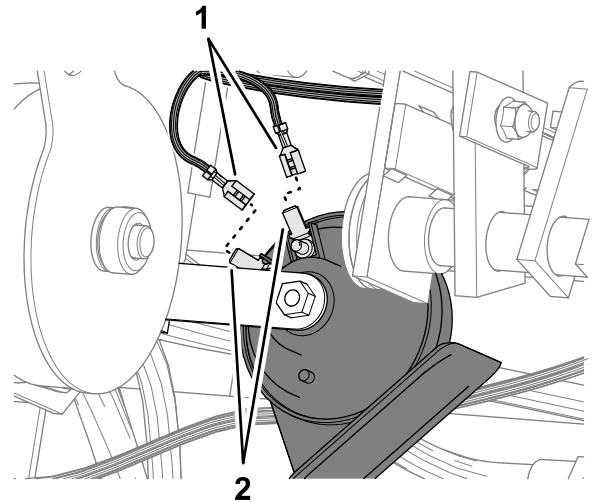

Figura 16
2. Instradate i 2 fili con le prese a forcella nell'avvisatore acustico (Figura 16).
3. Collegate le prese a forcelle con l'etichetta HORN + e HORN - nei terminali a forcella dell'avvisatore acustico (Figura 16).